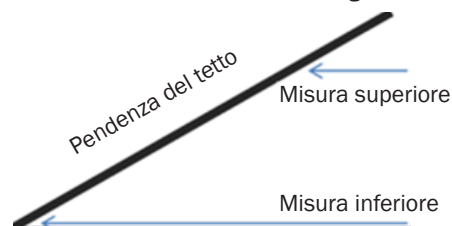

Fig. 9
- Trasferire la pendenza del tetto sul pannello isolante una volta mediante strumento di misura (fig. 9) o smusso (cod. art. 36 82 00), quindi posizionare il pannello sul braccio di supporto (6).
- Estrarre l'archetto da taglio, allentare la vite di bloccaggio (8) per il braccio di supporto e sollevare il supporto (6) con il pannello isolante finché il filo dell'archetto da taglio non coincide con il contrassegno sul pannello isolante.
- Fissare la vite di bloccaggio (8) e far passare il filo da taglio attraverso il pannello.